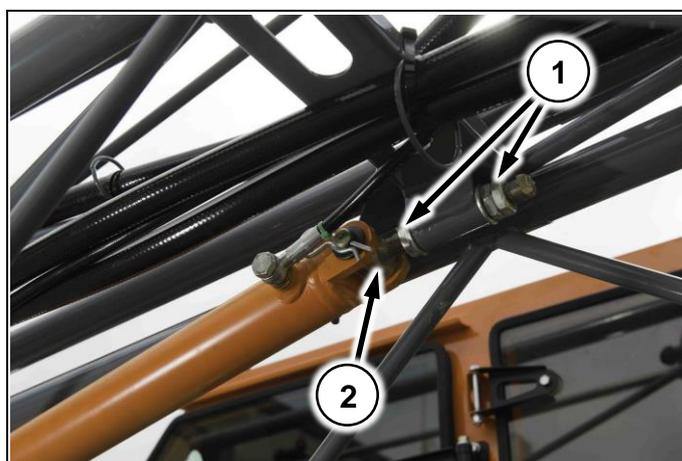

Рис. 124
2. Расконтрите гайки (Рис. 124/1) до того момента пока болт (Рис. 124/2) не будет свободен